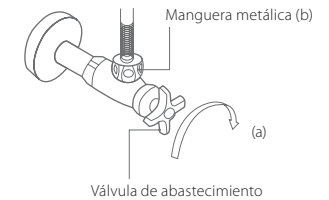

Figura 4.
1. Cierra la Válvula de abastecimiento de agua fría debajo de tu tarja (a) y remueve la manguera metálica (b). (ver Figura 4).